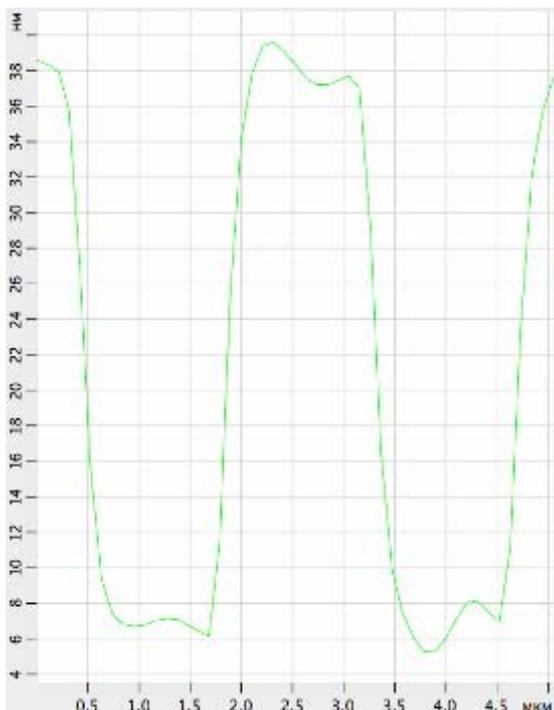

Рис. 5-34. Простое сечение
- Простое сечение** – Перед применением метода следует отметить отрезок на изображении кнопкой  панели инструментов. Сечение изображения осуществляется по отмеченному отрезку. График сечения помещается в области фреймов и анализа (Рис. 5-34).